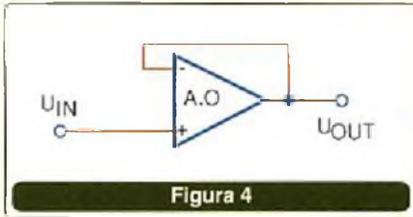

Figura 4
O seguidor de tensão é uma configuração especial onde R_1 e R_2 são nulos (zero). Essa configuração tem um ganho de tensão unitário (1), conforme exemplifica a figura 4.